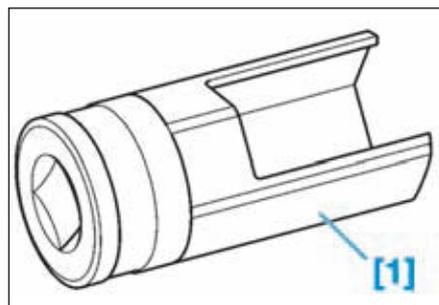

FIG.9
- [1]. Douille de 22 mm ouverte sur un tiers de son pourtour (réf. Mot. 1495-01) (Fig.9).
- Déposer l'émetteur en le tournant d'un quart de tour dans le sens antihoraire à l'aide de l'outil [1] (Fig.9)